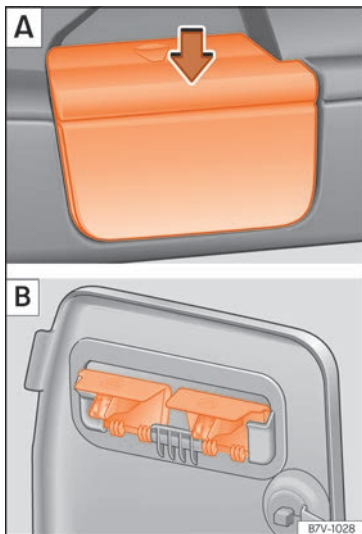

Fig. 169 Retire los soportes de la bandeja A y guárdela de forma segura B.
- Retire la bandeja del soporte de los revestimientos laterales » » » **fig. 169** **A**. Para ello, presione la bandeja hacia arriba (flecha) y extráigala.
- Abra el compartimento en el revestimiento lateral izquierdo posterior del maletero » » » **pág. 183** y enganche la bandeja en la parte trasera de la tapa del compartimento » » » **fig. 169** **B**.